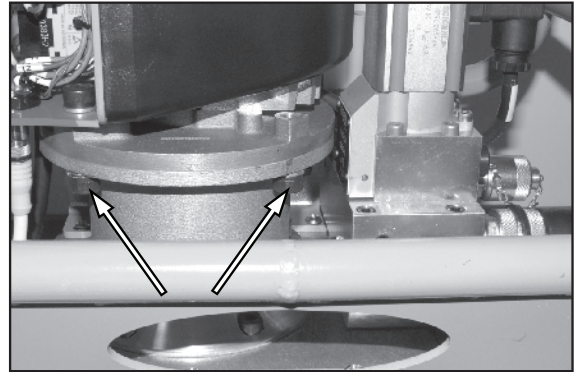

Abbildung 27.
4. Siehe Abbildung 27. Die vier Motorschrauben entfernen. (Zwei auf jeder Seite).